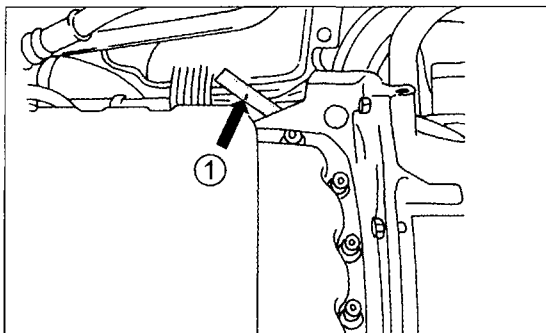

Bild 124
- Die Kurbelwelle um 8 (acht) Umdrehungen in normaler Drehrichtung durchdrehen und den Arretierbolzen wieder in das Schwungrad einschieben (Bild 124).
- Die Schrauben (4) lockern und den Arretierbolzen in das Rad der Nockenwelle einschieben.
- Die Schraube (3) lockern, um die Spannrolle (2) freizugeben. Das Messwerkzeug für die Riemenspannung „C“ wieder ansetzen.
- Die Spannrolle (2) mit dem Versteller (B) nach links verdrehen, bis eine Anzeige von 54 SEEM-Einheiten, plus oder minus 2, angezeigt wird.